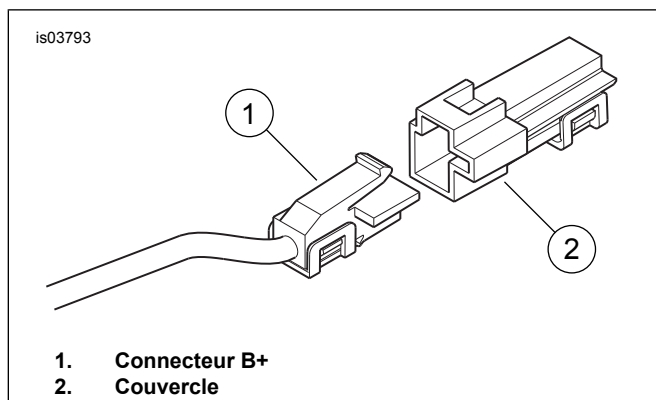

Figure 6. Connecteur B+
8. Couper les fils rouge et orange/blanc du faisceau de haut-parleurs et amplificateur (5) à une longueur appropriée pour atteindre facilement les connecteurs bout à bout scellés sur le relais. Épisser et sceller les fils rouge et orange/blanc sur le connecteur bout à bout scellé (6) sur le fil rouge de la borne de relais 3.
9. Sélectionner le connecteur bout à bout scellé (7) sur l'extrémité libre du fil **rouge** de la borne de relais 5. Épisser le fil rouge à une extrémité du porte-fusible en ligne (8) sur le fil rouge de la borne de relais 5.
10. Épisser l'extrémité opposée du porte-fusible en ligne sur le fil d'adaptateur de 12 V (9) avec le connecteur bout à bout scellé bleu (10) du jeu de visserie.
11. Voir Figure 6. Rechercher le connecteur B+ (borne positive de la batterie) (1) sur le faisceau électrique principal, sous la selle (fil rouge avec un connecteur gris non utilisé). Enlever le couvercle (2) du connecteur B+.